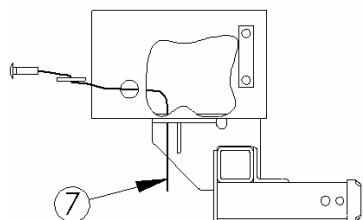

Figura 3
6. Use un cable de halar (7) para introducir un espaciador (4) y un perno de carroaje (3) en cada uno de los cuatro orificios perforados como se muestra en la **Figura 3**.
7. Coloque los pernos de carroaje en su lugar con las arandelas cónicas (5) y las tuercas hexagonales (6). Apriete todas las tuercas con una llave de torsión.